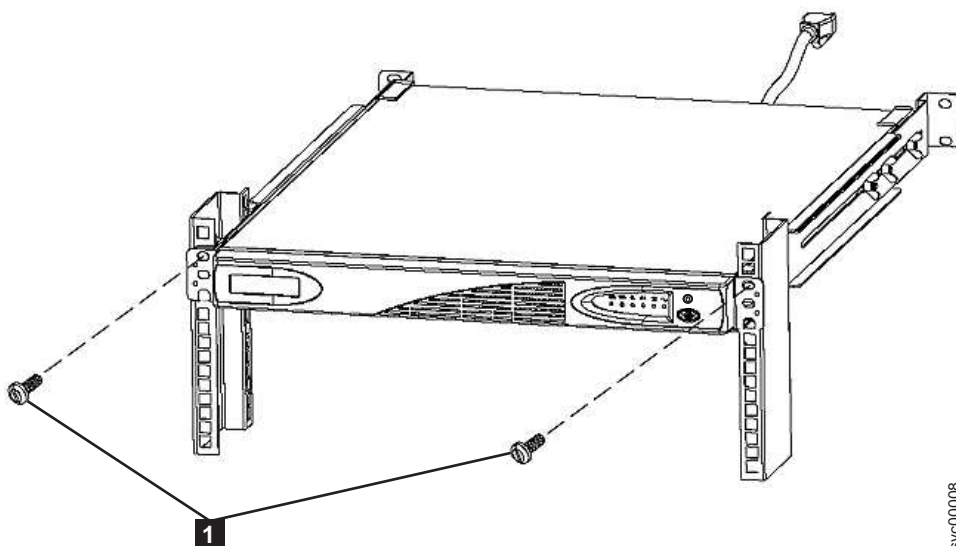

Figura 223. Montando Parafusos para o 2145 UPS-1U
9. Na frente do 2145 UPS-1U, solte os dois parafusos de montagem **1**, conforme mostrado em Figura 223 na página 276.